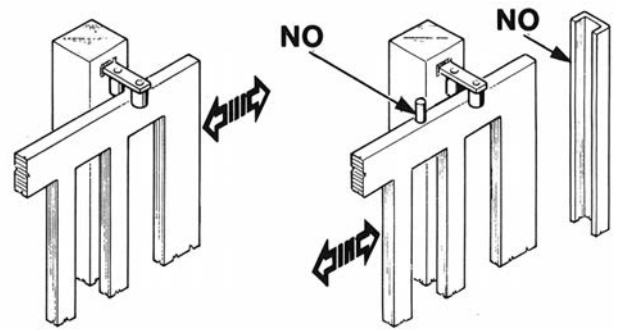

FIG. 3
- Le colonne del cancello devono avere superiormente delle guide antideragliamento (Fig. 3) per evitare involontari sganciamenti.
N.B. Eliminare i fermi meccanici del tipo descritto in Fig. 3.